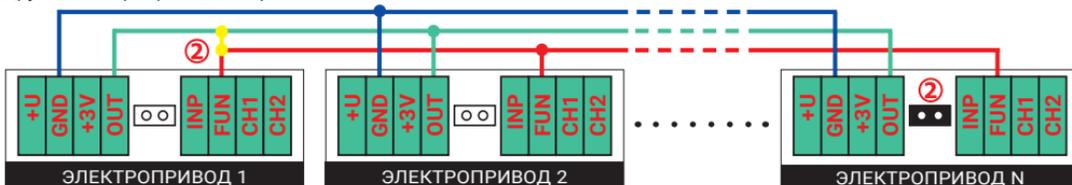

Рис. 1. Объединение в систему нескольких шаровых электроприводов из серий GIDROLOCK WINNER
К основному устройству возможно подключение нескольких электроприводов (рис. 1).
**ВНИМАНИЕ!** В одном из электроприводов соедините между собой **клеммы OUT и FUN** или установите **джампер (2)** (рис. 1, фото 8).